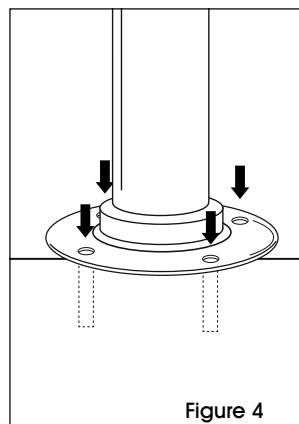

Figure 4
1. Déterminez l'emplacement du poteau. Prépercez quatre trous dans la surface. (Voir Figure 4)